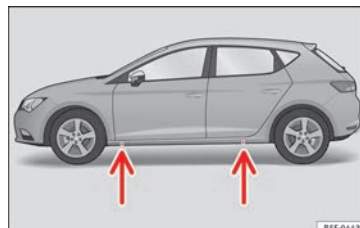

Bild 74 Tvärbalk: Markeringar
• Hitta stödpunkterna på staget (nedsänkt område) i närheten av hjulet som ska bytas » **bild 74**.